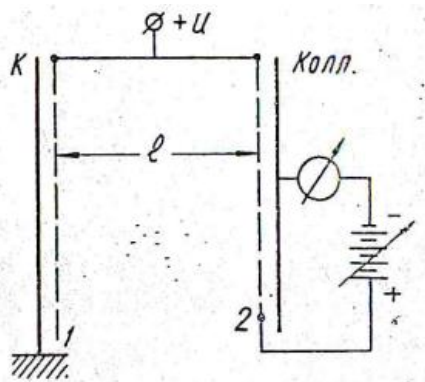

Рис. 1.
6. Для исследования упругих соударений электронов с молекулами газа изготовлен прибор, изображенный на рис. 1 ($l = 1,0$ см, $U = 18$ В). Газ - гелий, давление его $p = 1,2$ мм рт. ст. Какое число упругих соударений испытает электрон на пути от сетки 1 до сетки 2?